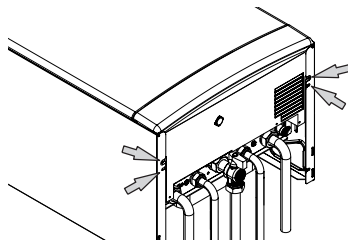

Рисунок 5.12
- Открутите четыре указанных винта, см. Рисунок 5.12.